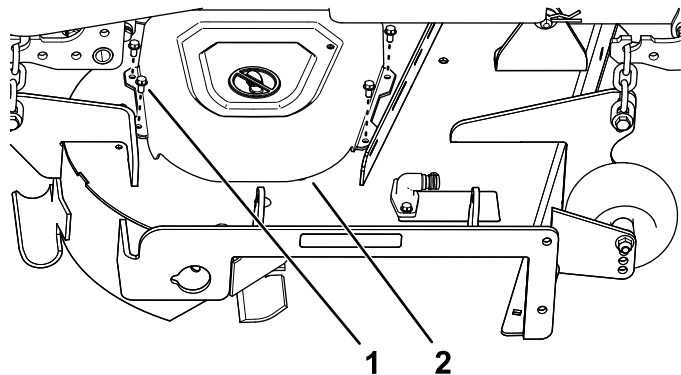

Bild 7
- Nehmen Sie die vier Schrauben ($\frac{1}{4}'' \times \frac{1}{2}''$) ab, mit der die rechte Riemenabdeckung befestigt ist, und nehmen Sie die Riemenabdeckung ab (Bild 7).